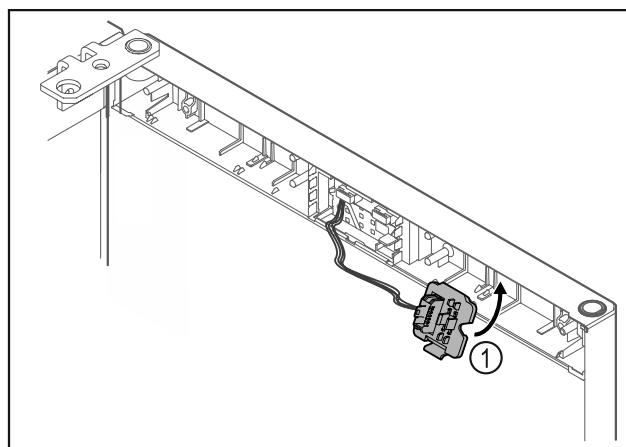

Fig. 24
- ▶ Uglavite držač utikača Fig. 24 (1) na suprotnu stranu.